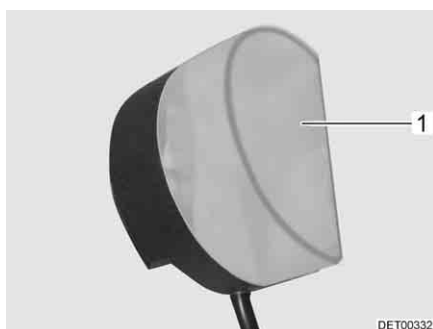

Fig. 272 Luci armadi guardaroba
- Comprimere leggermente e rimuovere la copertura della lampada (Fig. 272,1).